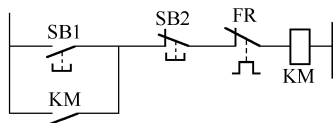
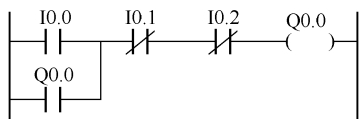
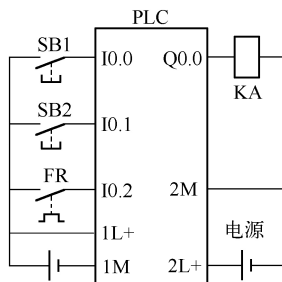

图 6-19 电动机起/停控制图
图 6-20 电动机起/停控制的梯形图
图 6-21 电动机的起/停控制的接线图
9) PLC 的输入端所连的电器元件通常使用常开触点，即使与 PLC 对应的继电器 - 接触器系统原来使用的是常闭触点，改为 PLC 控制时也应转换为常开触点。如图 6-19 所示为继电器 - 接触器系统控制的电动机的起/停控制，如图 6-20 所示为电动机的起/停控制的梯形图，如图 6-21 所示为电动机起/停控制的接线图。可以看出：继电器 - 接触器系统原来使用常闭触点 SB1 和 FR，改用 PLC 控制时，则在 PLC 的输入端变成了常开触点。
【关键点】图 6-20 的梯形图中 I0.1 和 I0.2 用常闭触点，否则控制逻辑不正确。若要 PLC 的输入端的按钮为常闭触点接入也可以，但梯形图中 I0.1 和 I0.2 要用常开触点，对于急停按钮必须使用常闭触头，若一定要使用常开触头，从逻辑上讲是可行的，但在某些情况下，有可能急停按钮不起作用而造成事故，这是读者要特别注意的。另外，一般不推荐将热继电器的常开触点接在 PLC 的输入端，因为这样做占用了宝贵的输入点，最好将热继电器的常闭触点接在 PLC 的输出端，与 KA 的线圈串联。